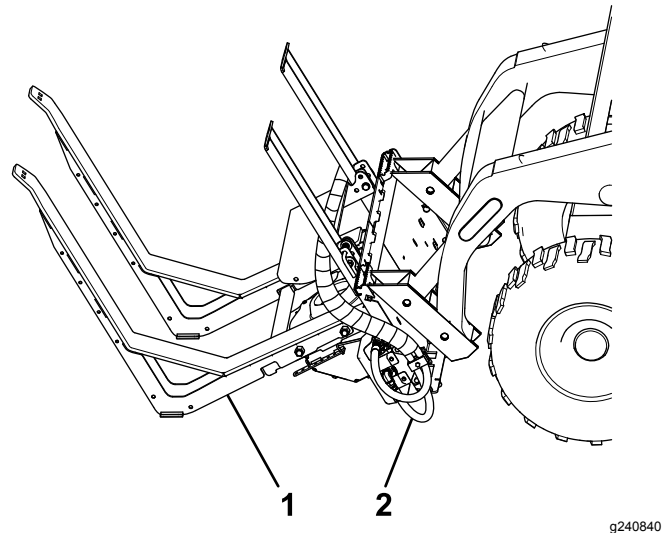

Figure 21
2. Débranchez les flexibles hydrauliques de la machine et rangez-les sur les supports (Figure 21).
4. Abaissez la plaque de fixation en position de repos (Figure 21) jusqu'à ce qu'elle se sépare du cadre d'épandage, puis éloignez lentement la machine du cadre en marche arrière.